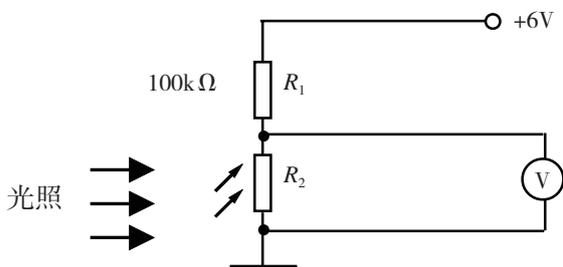
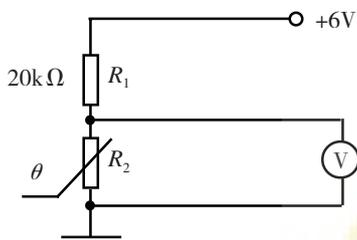

图3-14 光敏电阻的特性测试
图3-15 热敏电阻的特性测试
- (1) 光敏传感器件性能测试（图3-14）。
- ①测量不同光照度条件下，光敏传感器内阻的变化。
- ②写出分析报告。
(2) 热敏传感器件性能测试 (图3-15)。
①测量不同温度条件下,热敏电阻阻值的变化,分正温度系数电阻和负温度系数电阻做2次技术试验。②写出分析报告。